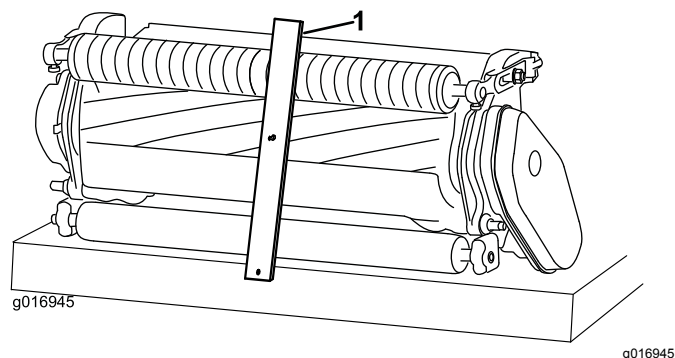

Figure 15
2. Accrochez la tête de la vis du gabarit de hauteur de coupe au tranchant sur le côté droit de la contre-lame et appuyez l'arrière du gabarit contre l'arrière du rouleau (Figure 15).